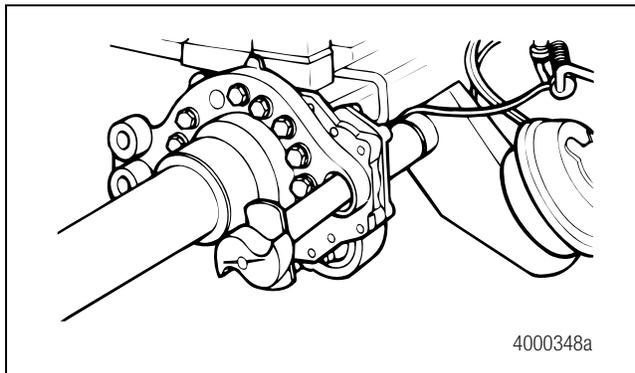

Figure 5.5
2. Glisser l'axe de came dans le porte-segments et le support en s'assurant qu'il tourne librement à la main. Figure 5.5.